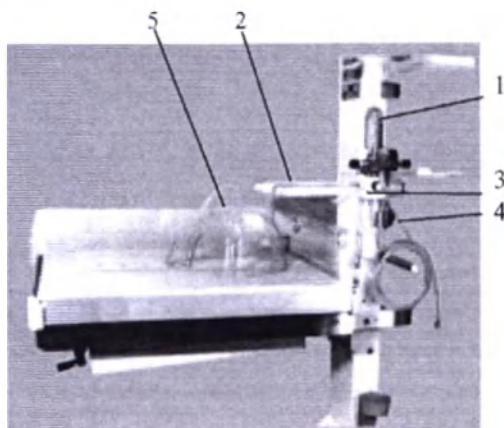

Рисунок 16 — Установка узла подготовки кислорода
8.2.4 Установить на матрасик неонатальный колпак 5 (см. рисунок 16).